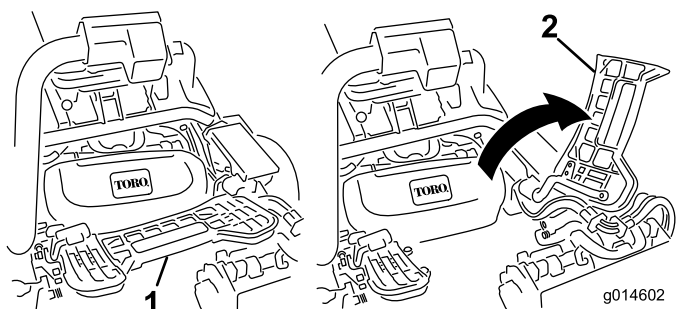

図 45
1. フットレストを跳ね上げて開き、中央カッティングユニット取り付け位置へのアクセスを確保する 図 45。